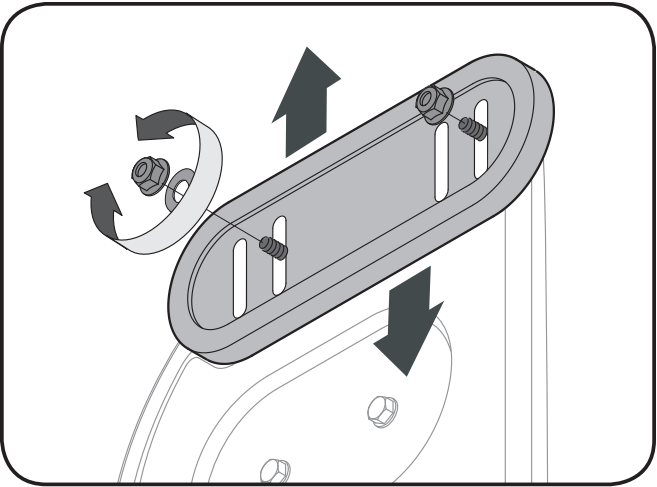

Figure 3-13
1. Ajustez les patins en desserrant les quatre contre-écrous à embase (deux de chaque côté) et les boulons ordinaires. Placez les patins à la position voulue. Voir les Figures 3-13 et 3-14.